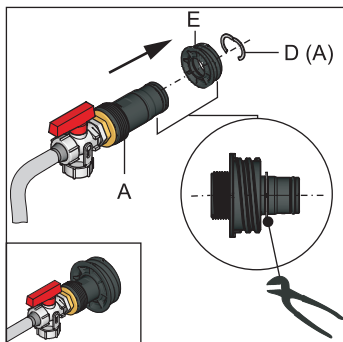

Fig. 8-3 Compléter le raccord de remplissage KFE
- 3 Introduire le raccord de remplissage KFE dans la pièce filetée (Fig. 8-3, pos. E) et le fixer avec la pièce de serrage (Fig. 8-3, pos. D).